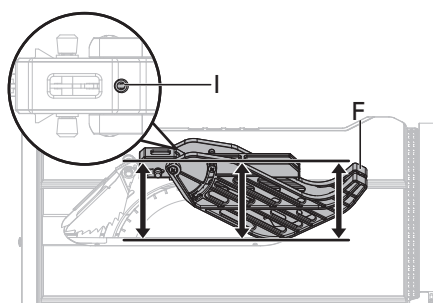

Fig. 9c
- Si le protège-lame n'est pas parallèle à la table quand le couteau diviseur est à la position la plus élevée (coupes transversantes), ajuster la vis de fixation (I) comme nécessaire. (Fig. 9c)